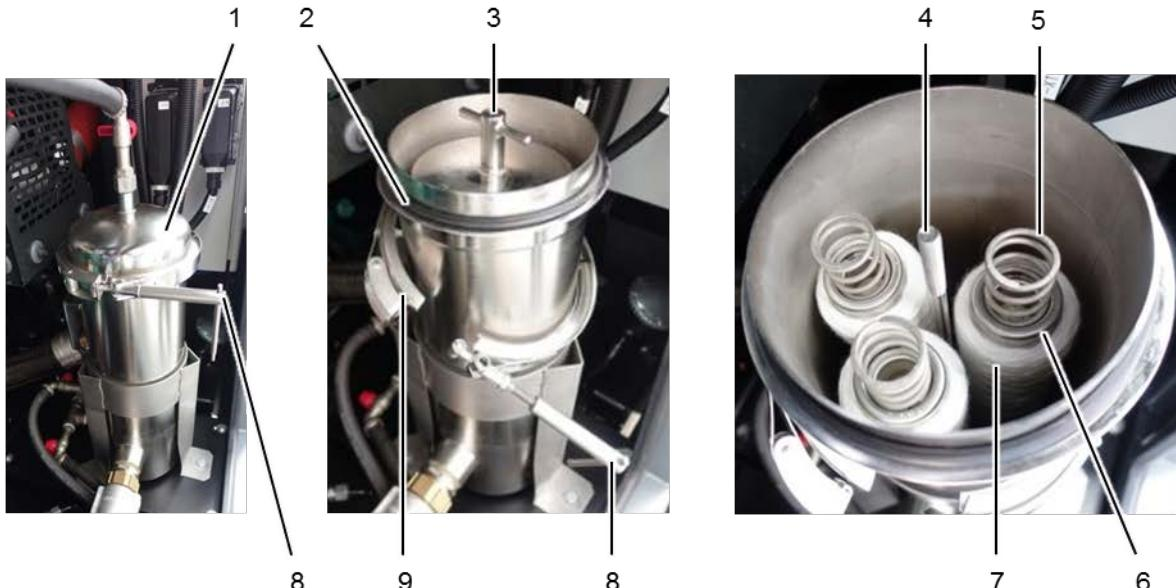

Рис. 19: снятие элемента водяного фильтра
При демонтаже элементов фильтра не допускайте повреждения уплотнения крышки (Рис. 19: поз. 2).
1. С помощью Т-образной шпильки откройте замок крышки (Рис. 19: поз. 8).
2. Снимите запорную скобу крышки (Рис. 19: поз. 9).
3. Снимите крышку водяного фильтра (Рис. 19: поз. 1), так чтобы освободить весь внутренний проем корпуса.
4. Прижимную пластину (Рис. 19: поз. 3) открутите с центральной штанги (Рис. 19: поз. 4).
5. Извлеките элементы фильтра с пружинами (Рис. 19: поз 5), уплотнительными колпачками (Рис. 19: поз. 6) и патронами фильтра (Рис. 19: поз. 7).
При монтаже элементов фильтра не допускайте повреждения уплотнения крышки (Рис. 19: поз. 2).
2. Наденьте патроны (Рис. 19: поз. 7) на направляющие штанги внутри корпуса фильтра. При этом следите за тем, чтобы они прилегали к нижней кромке по центру (герметизация патронов с нижней стороны).
3. Для герметизации с верхней стороны наденьте колпачки (Рис. 19: поз. 6) на патроны (Рис. 19: поз. 7).
4. Установите пружины (Рис. 19: поз. 5) на колпачки (Рис. 19: поз. 6).
5. Прижимную пластину (Рис. 19: поз. 3) накрутите на центральную штангу (Рис. 19: поз. 4), так чтобы пружины натянулись.
6. Проверьте посадку уплотнения крышки на фланце корпуса (Рис. 19: поз. 2). При повреждении уплотнение крышки следует заменить.
7. Установите крышку водяного фильтра (Рис. 19: поз. 1) на корпус фильтра.
8. Установите запорную скобу крышки (Рис. 19: поз. 9) на фланец корпуса (Рис. 19: поз. 2).
9. Затяните запорную скобу крышки (Рис. 19: поз. 9) с помощью Т-образной шпильки (Рис. 19: поз 8):